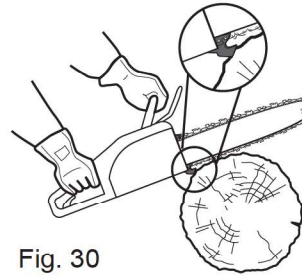

Fig. 30
- > A corrente (3) deve ser posta a funcionar a uma velocidade elevada antes de entrar em contacto com a madeira. Use a garra de apoio (18) para fixar o produto na madeira antes de iniciar o corte, e volte a usá-la como ponto de alavanca durante o corte (Fig. 30).